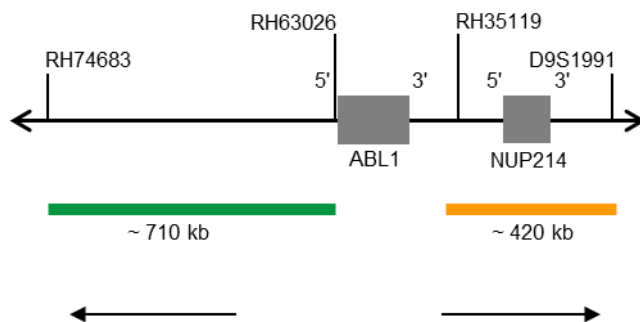

Fig. 1: SPEC ABL1 Mapa da sonda (não à escala)
- Polinucleótidos marcados com ZyGreen (excitação 503 nm/emissão 528 nm) (~10 ng/μl), que têm como alvo sequências mapeadas em 9q34.11-q34.12* (chr9:132,872,357-133,580,236) proximais à região do ponto de quebra ABL1 (ver Fig. 1).
- Polinucleótidos marcados com ZyOrange (excitação 547 nm/emissão 572 nm) (~4,5 ng/μl), que têm como alvo sequências mapeadas em 9q34.12-q34.13* (chr9:133,851,960-134,273,097) distal à região do ponto de quebra ABL1 (ver Fig. 1).